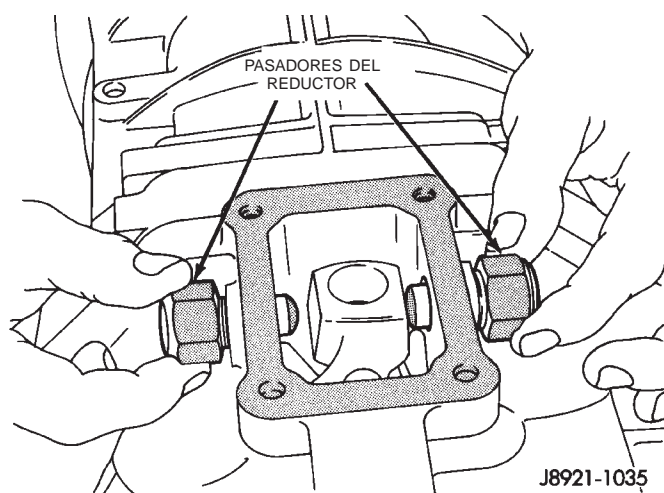

Fig. 24 Pasadores de reductor de brazo de cambios
- (11) Retire los pasadores del reductor del brazo de cambios (Fig. 24).